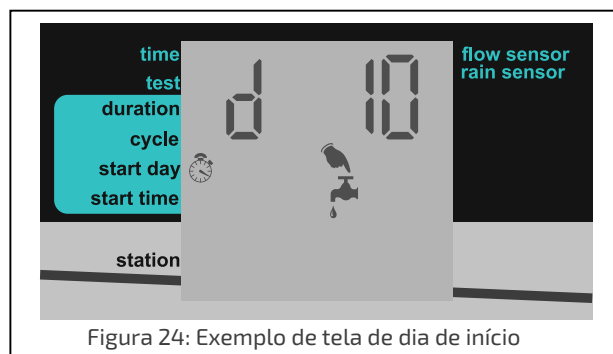

Figura 24: Exemplo de tela de dia de início
1. A partir da tela principal, pressione C , até que apareça a tela *Start Day* (Figura 24). A visualização, por padrão, é "d 00", o que indica zero dias. Estabelece-se este valor para o dia de início, o programa de irrigação começará no dia atual à hora de início determinada. Caso essa hora tenha passado para o dia atual, o programa começa nessa hora no dia seguinte.
2. Pressione $+$ e $-$ para aumentar e diminuir o número de dias. Na Figura 24, o valor está estabelecido em 10 dias. O valor máximo suportado é de 30 dias.